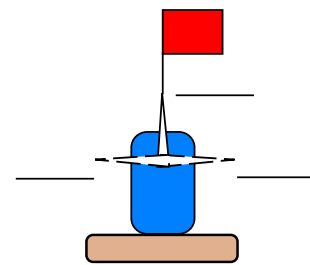

Abbildung 2
- 3.4 Trage die Ergebnisse aus 3.3 in die Abb. 2 ein.